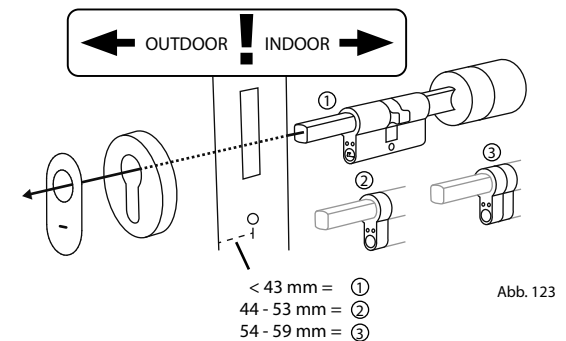

Abb. 123
- 5 Schieben Sie den Zylinder von der Innenseite der Tür aus in das Einsteckschloss der Tür. Schieben Sie die Notschloss-Abdeckung außen auf die Schloss-Welle (Abb. 123).